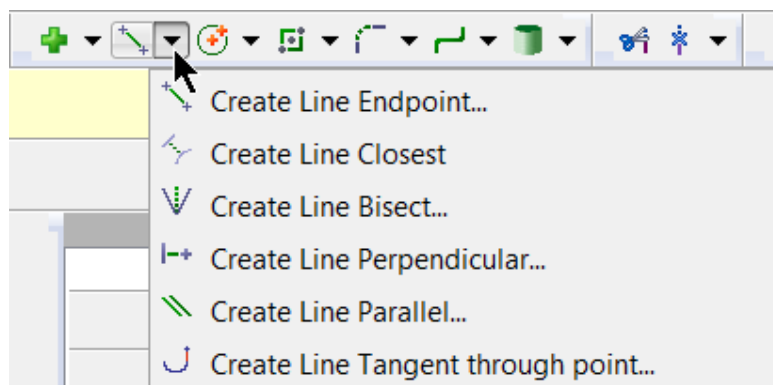

Figura 2.2.2
- b- Para ver los comandos que se encuentran debajo crear línea, en la barra del menú seleccione la flecha desplegable a la derecha como se muestra en la figura 2.2.2